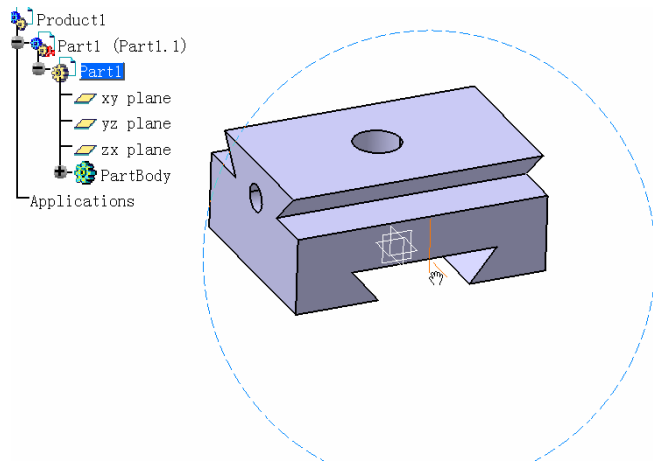

图 1-5 旋转对象
(3) 中键 + 左键 (右键) 在屏幕上的任何地方同时按住鼠标中键和左键 (或右键) 不放并移动鼠标,则物体会随着鼠标的移动而旋转;同样按住中键不放,接着单击一下左键(或右键)并上下移动鼠标,则物体会随着鼠标上移而被放大,下移缩小。图 1-5 所示为旋转对象。